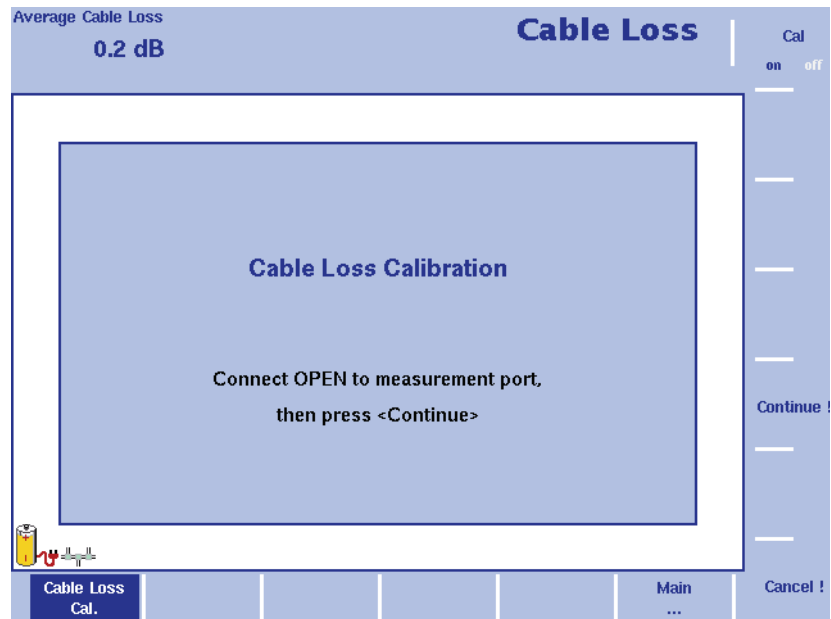

Abb. 52 Menü Cable Loss Calibration
- 3 Der 9102 führt Sie Schritt für Schritt mit Hinweisen auf dem Bildschirm wie in Abbildung 52 durch den Kalibriervorgang. Schließen Sie auf Aufforderung den Kalibriersatz an das Verlängerungskabel für den Prüfanschluss an und drücken Sie auf **Continue**. Sie können den Kalibriervorgang mit dem Softkey **Cancel !** abbrechen.